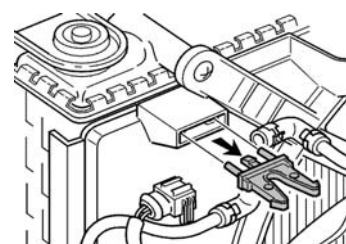

Fig. 2
- Desgrapar y eliminar el soporte de la tapa de ventilación (Fig. 2).